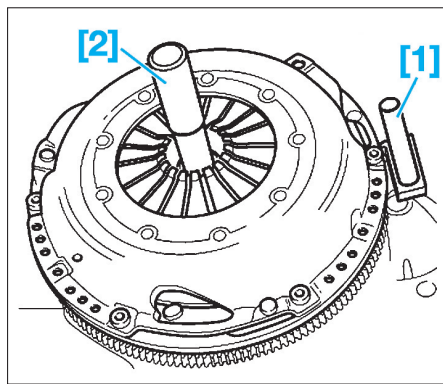

Fig. 1
- [1]. Outil d'immobilisation du volant moteur (réf Audi : VAG 3067) (Fig.1).
- [2]. Outil de centrage du disque d'embrayage (réf Audi : VAG 3176) (Fig.1).
- Immobiliser en rotation le volant moteur à l'aide de l'outil [1] de blocage (Fig.1).
- Le centrer à l'aide d'un mandrin de centrage approprié [2] (Fig.1).